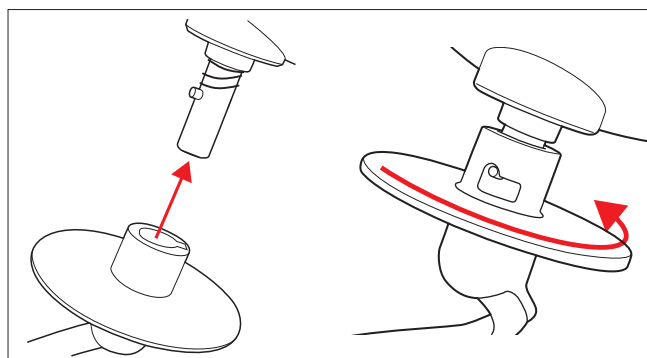

Fig. 11 – Mettre l'instrument de mélange en place et le verrouiller
2. Insérez l'accessoire de mélange souhaité (crochet pétrisseur, batteur plat ou fouet) dans la machine comme indiqué sur l'illustration (voir Fig. 11).